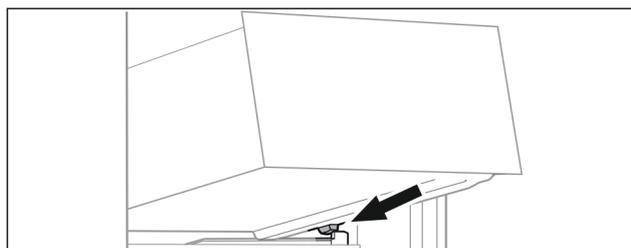

Fig. 67
- ▶ 将抽屉斜放在容器肋梁上的止动器后面。(参见 Fig. 67)